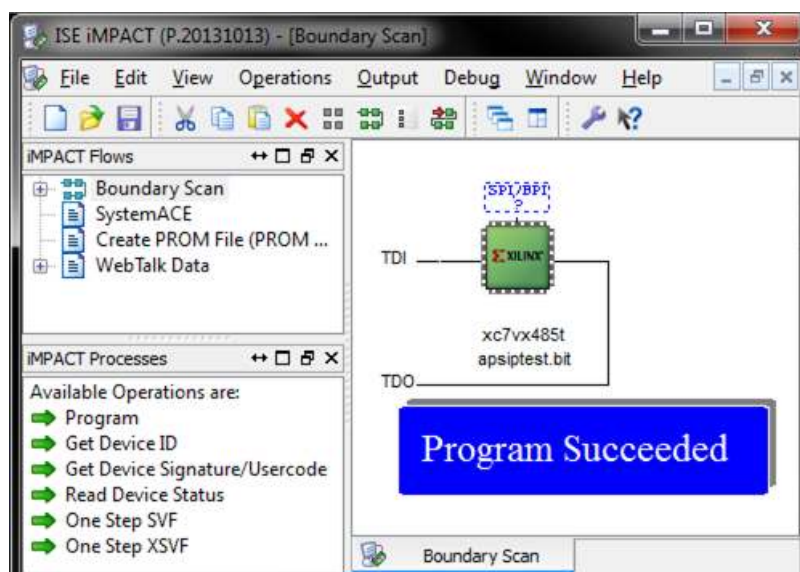
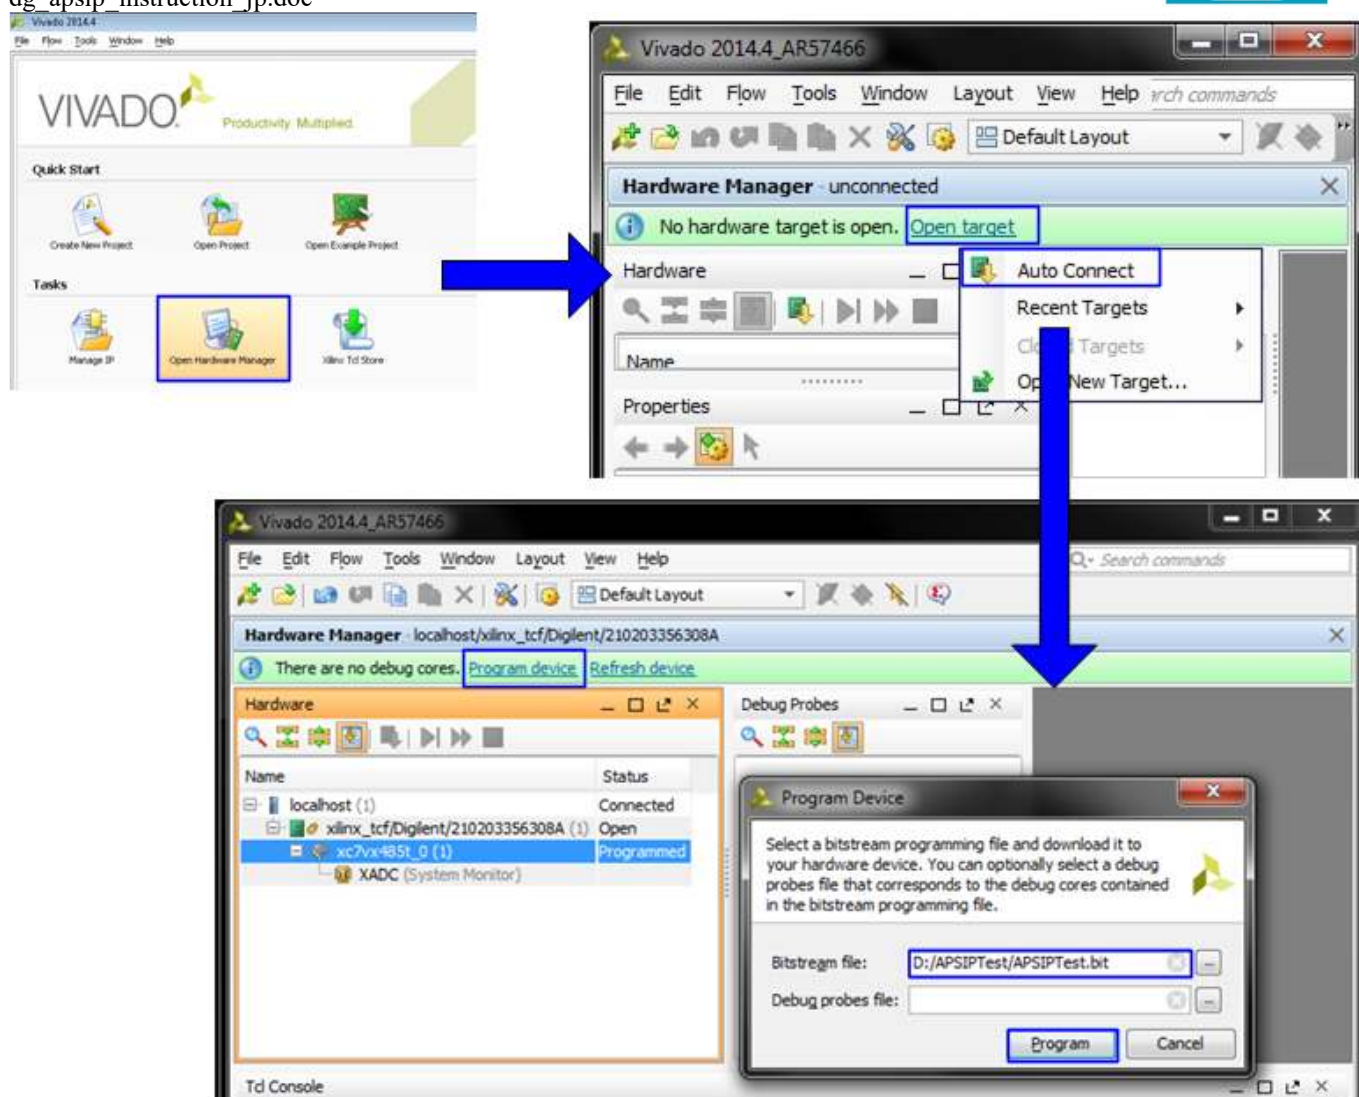

図 2-10: iMPACT による FPGA コンフィグレーション
図 2-11: Vivado による FPGA コンフィグレーション
b) For KC705/VC707/KCU105 の場合、IMPACT か Vivado ツールを使って図 2-10 / 図 2-11 のようにビット・ファイルで FPGA をコンフィグレーションします。